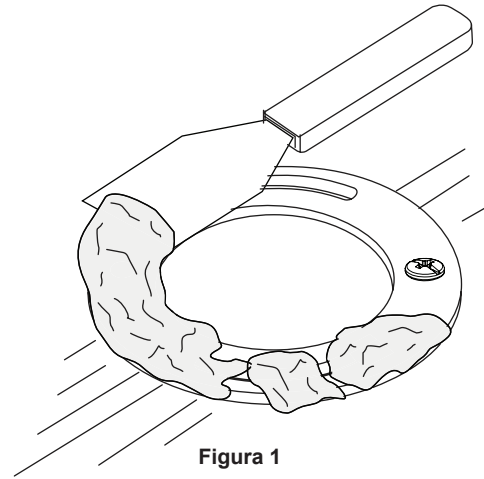

Figura 1
- ❶ Desconecte el suministro de agua y luego accione la descarga del inodoro para vaciar el tanque. Utilice una esponja y un balde para juntar el agua que quede en la taza o el tanque.
- ❷ Desconecte la tubería de suministro de agua del tanque del inodoro.
- ❸ Desarme el tanque de la taza quitando las contratuercas de la parte inferior del tanque.
- ❹ Extraiga las tapas de los pernos y luego quite las tuercas que fijan el inodoro al piso. Quite el viejo inodoro mediante un movimiento de balanceo.
- ❺ Raspe la junta de cera vieja de la brida del piso (Figura 1).